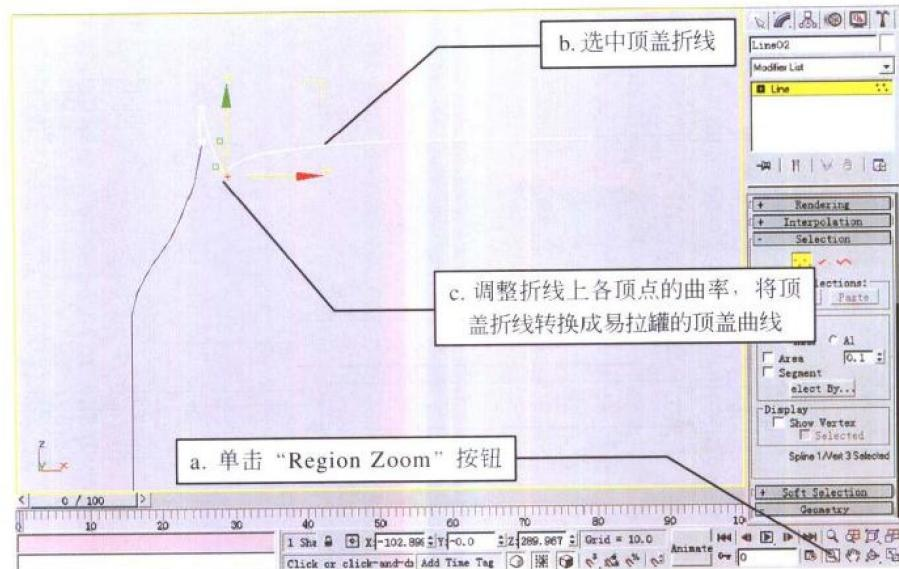

图1-1-7
(10) 单击视图控制区中的“Region Zoom”(区域缩放)按钮，见图1-1-7中的a。在易拉罐顶盖折线的周围用鼠标拖出一个矩形区域、将这个区域放大，如图1-1-7所示。
(11) 选中顶盖折线，见图1-1-7中的b。重复步骤(6)~(8)的操作，调整折线上各顶点的曲率，将顶盖折线转换成易拉罐的顶盖曲线，见图1-1-7中的c。